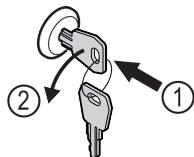

Fig. 164
- 按入钥匙。Fig. 164 (1)
- 将钥匙逆时针转动 90°。Fig. 164 (2)